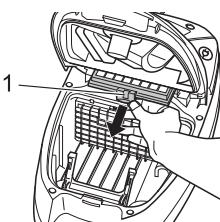

Abb. 21
2. Entnehmen Sie den Ausblasfilter (Abb. 21/1). Entriegeln Sie hierzu den Verschluss und heben Sie den Filter leicht an. Nun können Sie den Filter nach vorn herausziehen.